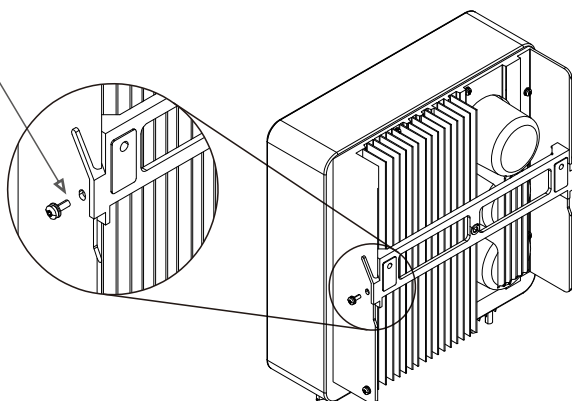

Figure 4.5 Support de montage mural
4. Soulevez l'onduleur (en veillant à éviter les tensions corporelles) et alignez le support arrière sur le panneau de commande de l'onduleur avec la partie convexe du support de montage. Accrochez l'onduleur au support de montage et assurez-vous que l'onduleur est bien fixé (voir figure 4.5).